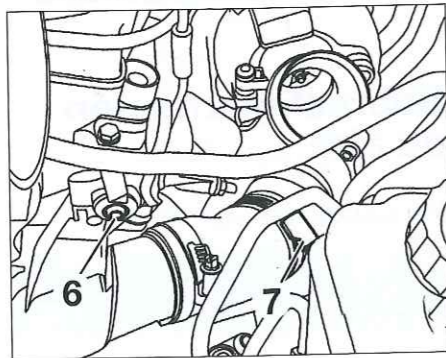

Fig. 44
- Desmontar los tornillos de fijación (6) del manguito de aire de sobrealimentación (Fig.44).
- Separar la abrazadera (7) y retirar el flexible de unión del turbocompresor en tanto que sea posible.